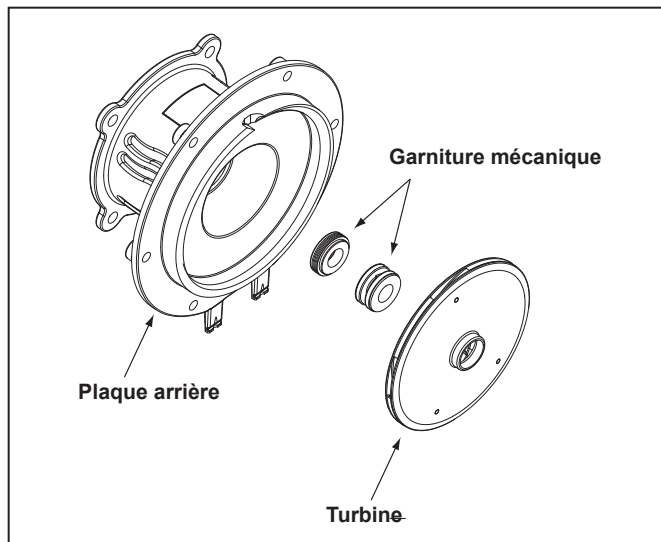

Figure 10. Emplacement de la plaque arrière, de la turbine et de la garniture mécanique
**REMARQUE** Il s'agit d'un processus de remplacement en deux (2) étapes. **La garniture mécanique au complet doit être remplacée.**
**REMARQUE** Consulter la Figure 10 pour une illustration de l'emplacement de la garniture mécanique et de la turbine.